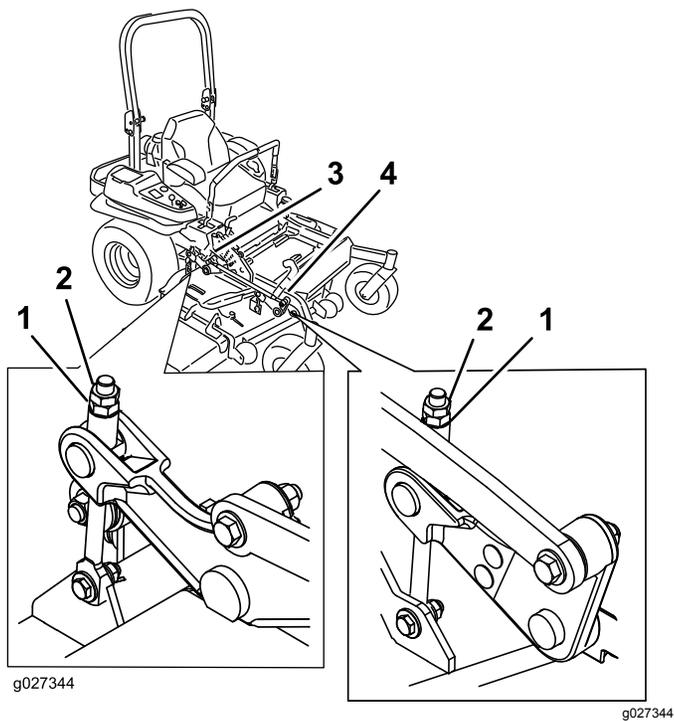

Figura 97
10. Afine a porca de ajuste no conjunto de elevação da plataforma frontal rodando-a (Figura 97).
16. Regule o ajuste girando para a altura de 8,3 cm (Figura 97).